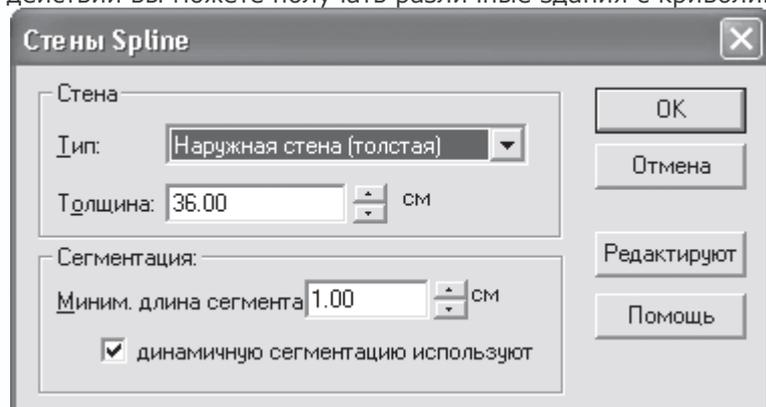
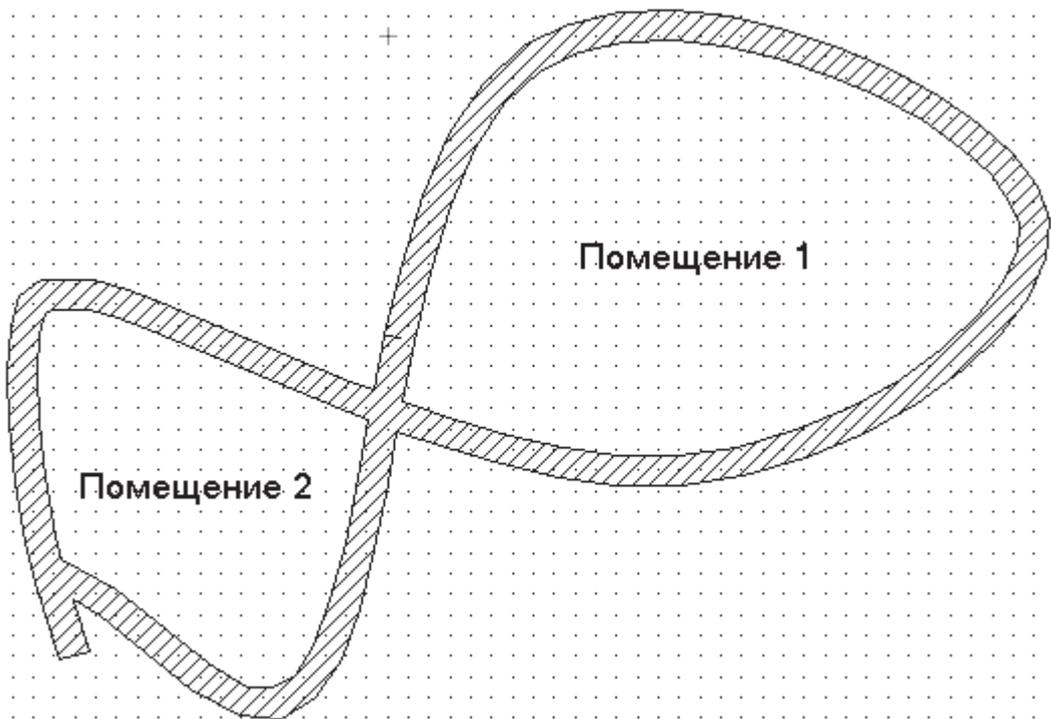

Рис. 1.27. Окно настройки параметров сплайновых стен
Рис. 1.28. Помещения, созданные с помощью команды Стены Spline
– команда появилась лишь в последней версии программы и позволяет строить стены в виде сплайновых кривых. После указания характерных точек сплайна на чертеже вам следует дважды нажать клавишу Enter (первый раз фиксируются все точки, второй – подтверждается создание стены), в появившемся окне (рис. 1.27) выбрать тип стены, задать ее толщину, а также длину сегмента (отрезка), которым будет аппроксимироваться данный сплайн. В результате всех выполненных действий вы можете получать различные здания с криволинейными стенами (рис. 1.28).